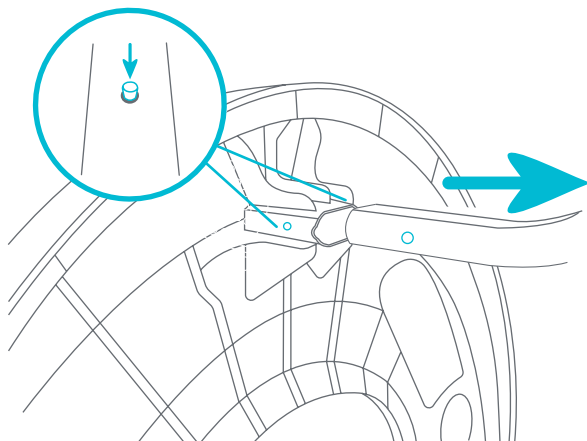

Fig. 8
- 8 • Para extraer las patas de la tapa, presione el perno y tire la pata hacia afuera. Repítalo en las otras 2 patas (Fig. 8).